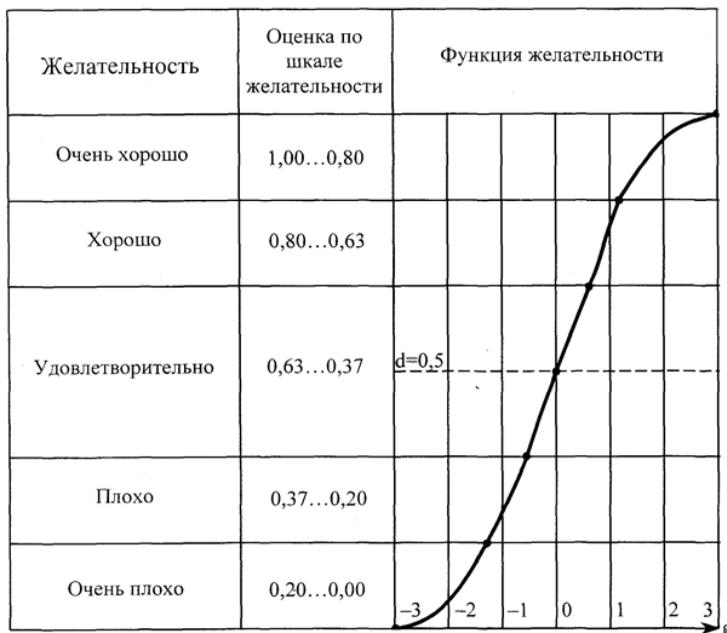

Рисунок 1 – График функции желательности при одностороннем ограничении
Выбор отметок на шкале желательности 0,63 и 0,37 объясняется удобством вычислений:  $0,63 = 1 - (1/e)$ ;  $0,37 = 1/e$ . Именно эти точки являются точками перегиба кривой, построенной по уравнению (1) (рисунок 1).